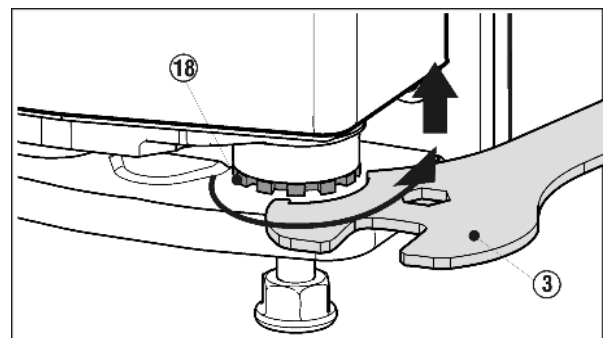

Fig. 22
- Per sollevare la porta svitare il perno di supporto Fig. 22 (18) con la chiave fissa Fig. 22 (11) in dotazione ruotando verso destra. Allo stato della consegna il perno di supporto è completamente avvitato.